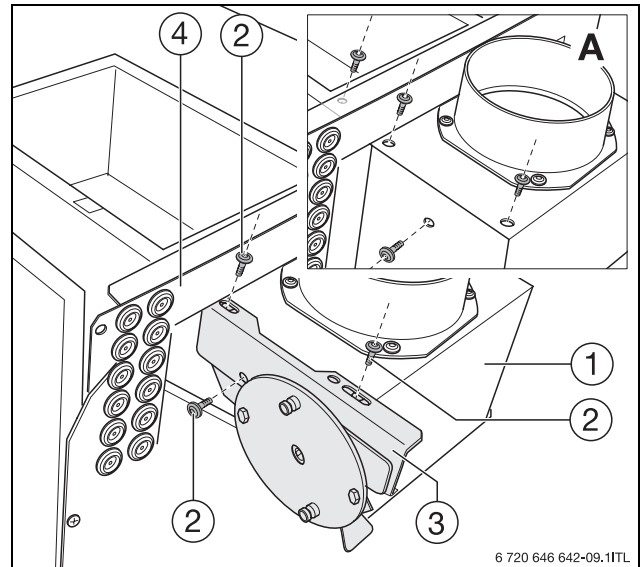
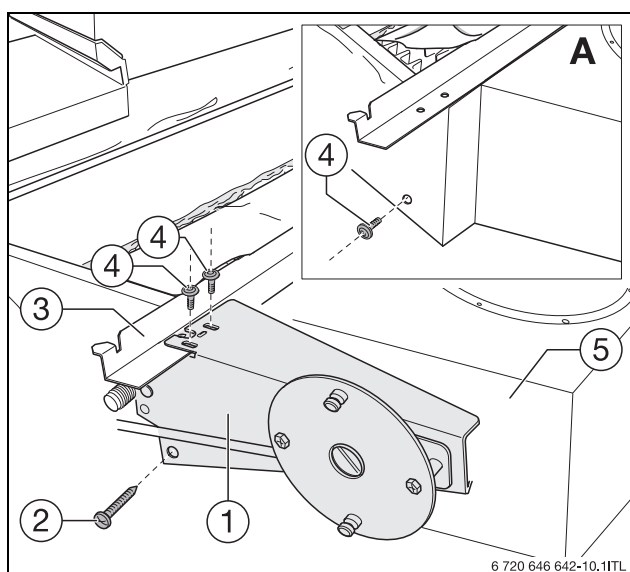

Рис. 9 Монтаж кронштейна АК 204
Рис. 10 Монтаж кронштейна АК 304
- ▶ Затяните винты (→ рис. 9, стр. 10) и саморез (→ рис. 10, стр. 11) кронштейна [4].